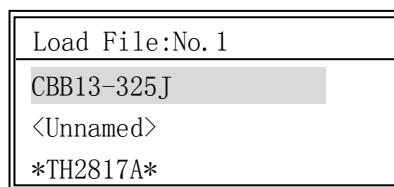

图 4-11 文件加载列表框
①注意：仪器在覆盖已存在的文件记录时并不提示。
- **LOAD** 用来加载一个文件，即从内部非易失性存储器调用一组参数设置。按下软键后出现一个文件列表框，如图 4-11 所示。列表框显示了所有存在文件的文件名，使用上下方向键选择文件，同时框内第一行显示相应文件的文件号，选中需要的文件，按下 OK 软键加载此文件，如果想退出加载文件，按 ESC 软键。